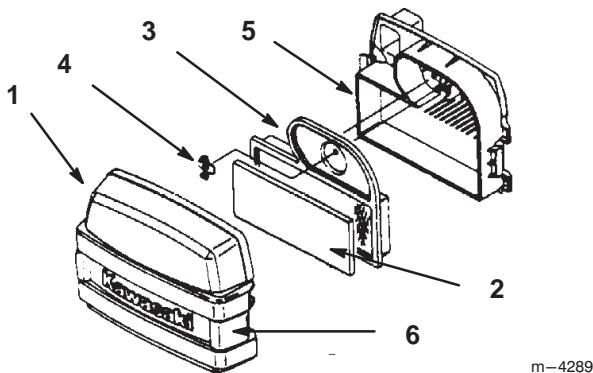

Figure 20
2. Nettoyez la surface autour du filtre à air pour éviter que des impuretés ne s'introduisent dans le moteur et l'endommagent. Dégagiez les deux fixations latérales et déposez le couvercle du filtre à air (Fig. 20).
3. Sortez délicatement l'élément en mousse de l'élément en papier (Fig. 20).
4. Dévissez l'écrou papillon et retirez l'élément en papier (Fig. 20).
1. Glissez délicatement l'élément en mousse dans l'élément en papier (Fig. 20).
2. Posez l'ensemble filtre à air sur sa base et installez l'écrou papillon (Fig. 20).
3. Reposez et verrouillez le couvercle du filtre à air (Fig. 20).